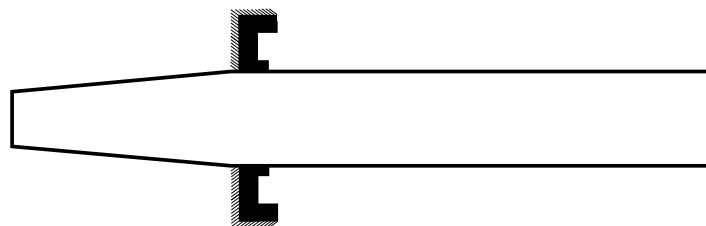

Abbildung 4.7
3. Es dauert ein paar Minuten, bis sich die Dichtung auf dem zylindrischen Teil des Werkzeugs geweitet hat. Schieben Sie die Dichtung dann vom Werkzeug herunter und wenden Sie sie. Schieben Sie sie anschließend wieder auf das Werkzeug auf, diesmal mit den Dichtungslippen in die andere Richtung. Siehe Abb. 4.7